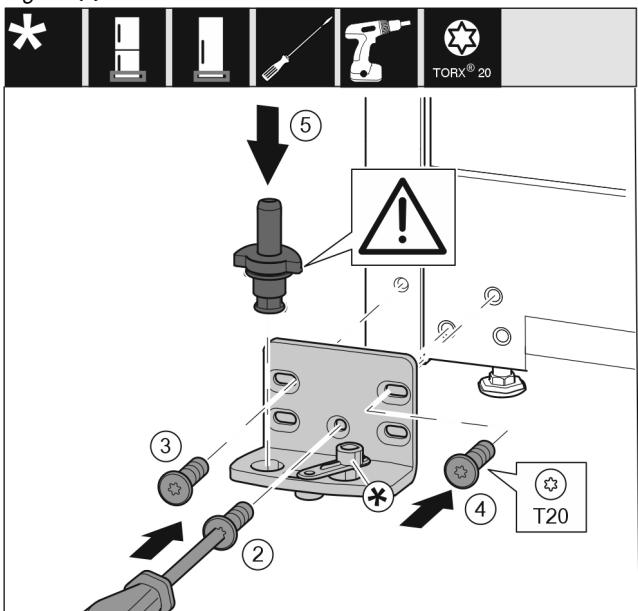

Fig. 14
- Uždėkite atraminę gembę kitoje pusėje ir prisukite, naudodami atsuktuvą T20. Su varžtu 2 pradékite apaciōje viduryje. Fig. 14 (2)
► Tvirtai prisukite varžtus 3 ir 4. Fig. 14 (3,4)
► Istatykitė visą atraminę gembę. Atkreipkite dėmesį į tai, kad fiksavimo kumštelis būtų nukreiptas į galą. Fig. 14 (5)